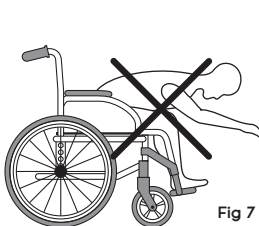

Fig 7
- No incline el tronco más allá de los apoyabrazos. [Fig. 7]